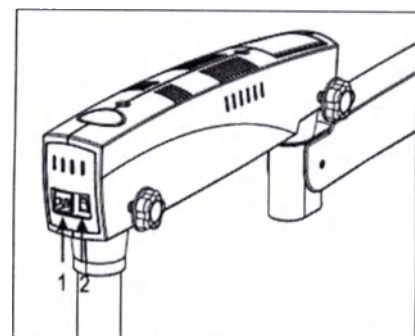

Рис. 15
8.1 Переключатель питания ВКЛ/ВЫКЛ (на Рис. 15)
Регулятор расположен спереди подвешного плеча. При помощи регулятора освещенность поля обзора может быть отрегулирована. Смотрите рисунок 15.
Данная ручка помогает вам заблокировать движение поворотного плеча, фиксировать в определенном положении после исходной фокусировки области интереса, за счет поворота ручки по ходу часовой стрелки. См. рис. 15.
Данная ручка блокирует движение подвешного плеча в любом удобном для вас положении за счет поворота ручки по ходу часовой стрелки. См. рис.15.